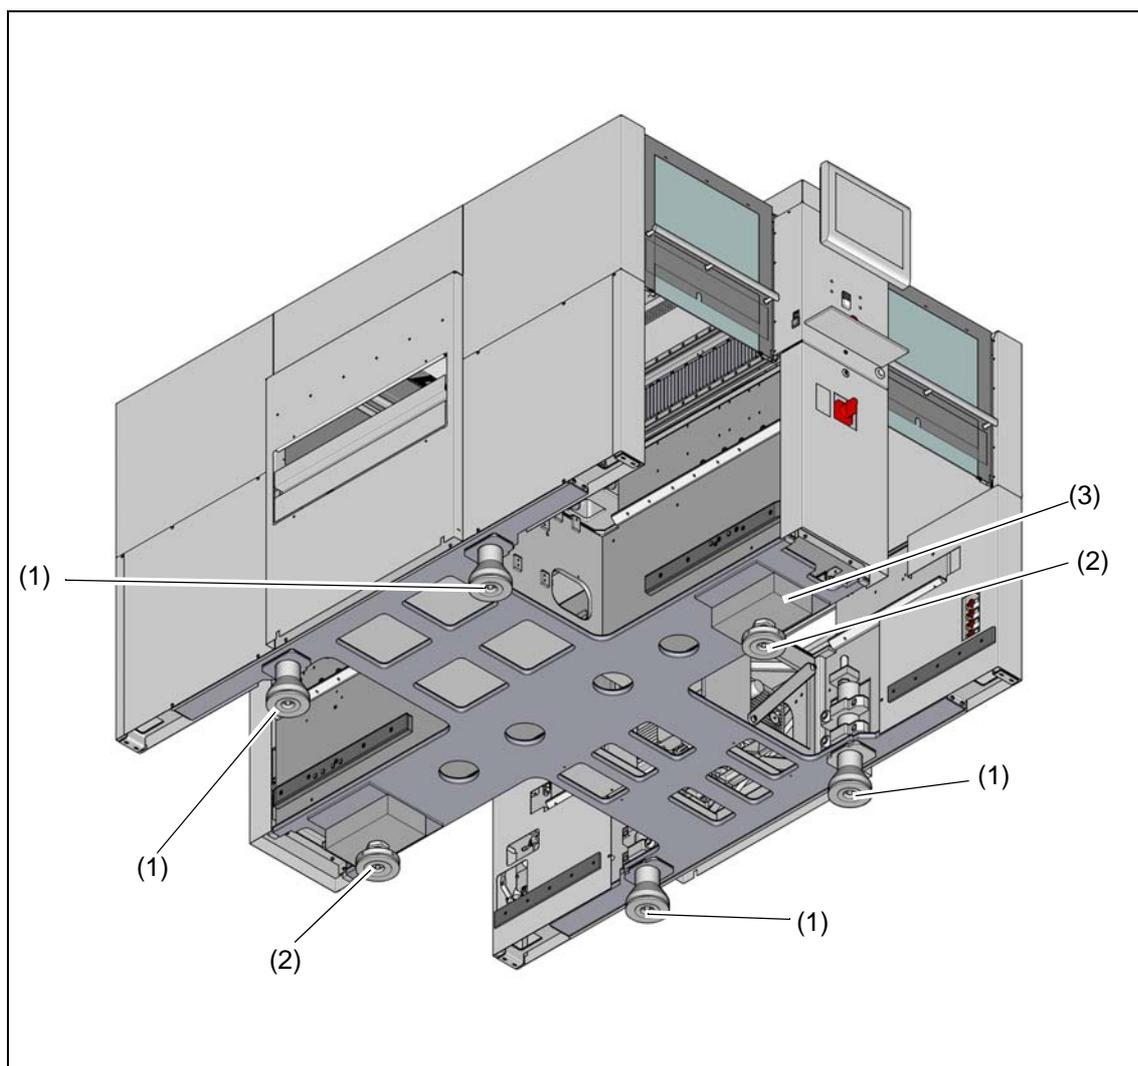

图 4.3-4 贴片机支脚（示例为 SX4）
- 气动装置侧上的垫块开口指向印制电路板传送导轨行程方向（见图 4.3-4 中的 4，第 209 页，）。
- 电源侧上的垫块开口指向印制电路板传送导轨行程的反方向（见图 4.3-4 中的 3，第 209 页，）。
- 适用于 PCB 传送导轨高度 830 mm、长度 369 mm 的贴片机外部支脚，部件号 03041008-01（图 4.3-4 中的 1，第 209 页）
- 适用于 PCB 传送导轨高度 900、930 和 950 mm、长度 439 mm 的贴片机外部支脚，部件号 03000890-02（图 4.3-4 中的 2，第 209 页）
- 确保贴片机中部支脚（图 4.3-4 中的 2，第 209 页）尚未接触地面。如需要，将贴片机中部支脚向贴片机或垫块方向拧回一点。